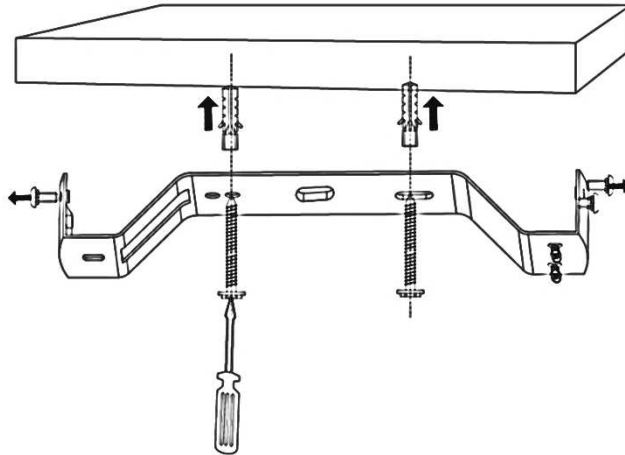

Fig. 2
- Quite los tornillos del soporte de montaje (Fig. 2) y el soporte del motor. Fig.3